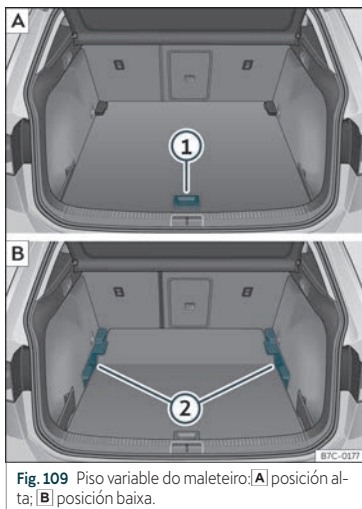

Fig. 109 Piso variable do maleteiro: **A**) posición alta; **B**) posición baixa.
- Para pasar da posición baixa á alta, levante o piso pola asa »» **fig. 109 ①**, puxe cara atrás ata que a parte dianteira do piso supere totalmente os soportes **②**.
- Desprace sobre estes o piso cara adiante ata que faga tope no respaldo dos asentos posteriores e, a continuación, baixe o piso coa asa **①**.
- Para pasar da posición alta á baixa, levante o piso pola asa »» **fig. 109 ①**, puxe cara atrás ata que a parte dianteira do piso supere totalmente os soportes **②**.
- Deixe caer a parte anterior contra o piso e empúxeo cara adiante ata que faga tope no respaldo dos asentos posteriores baixando ao mesmo tempo o piso coa asa **①**.
- Co piso variable en posición alta, levánteo pola asa »» **fig. 109 ①**, puxe dela e empuxe cara ao respaldo dos asentos posteriores ata que se dobre o piso pola liña de bisagra e a parte móbil do piso repouse sobre el.
- Para pasar da posición alta á baixa, levante o piso variable pola asa »» **fig. 109 ①** e puxe cara atrás un pouco.
- Empuxe o piso variable cara aos asentos posteriores coa asa **①** facendo un pouco de presión cara abaixo para que a parte móbil do piso estea en liña cos respaldos dos asentos posteriores.